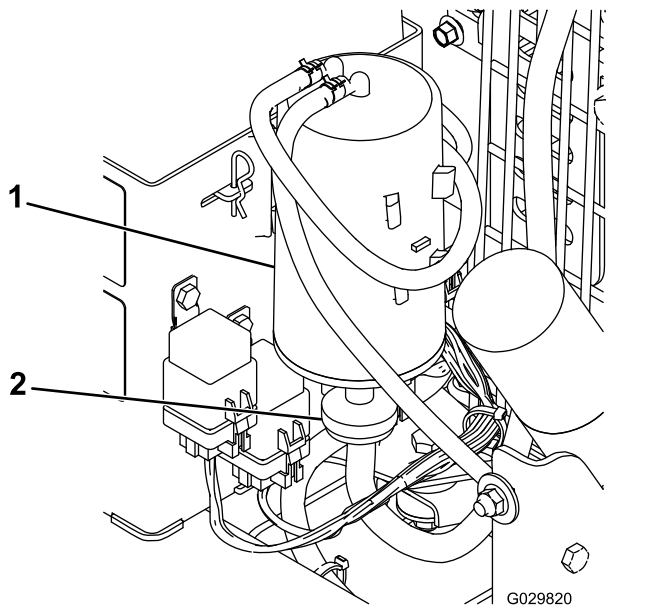

Рисунок 38
2. Снимите и удалите в отходы воздушный фильтр бачка с активированным углем (Рисунок 38).